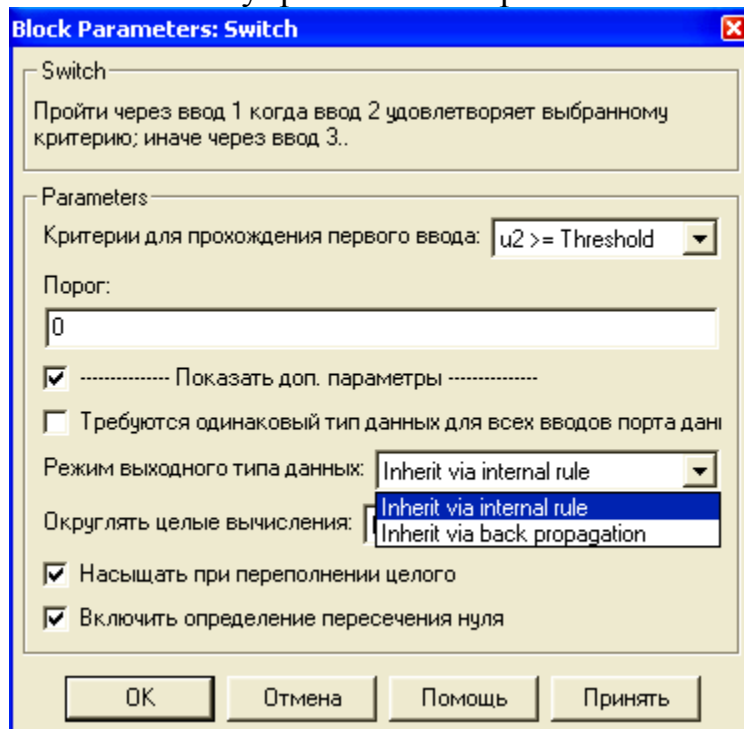

Рис. 1.36. Окно установки параметров блока Switch
8. Switch – управляемый переключатель сигналов (рис. 1.36).
Опция Show additional parameter (Показать дополнительные параметры) расширяет окно параметров и позволяет выполнить (см. рис. 1.36) следующие действия: